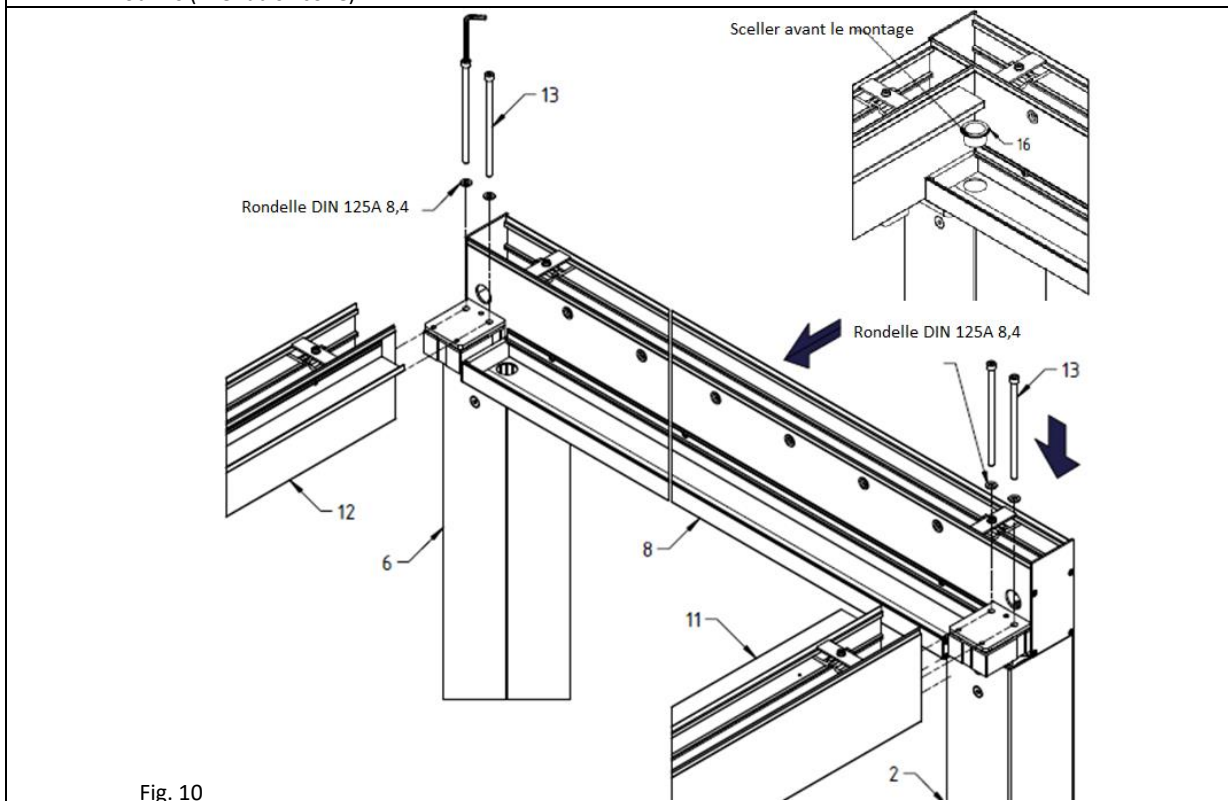
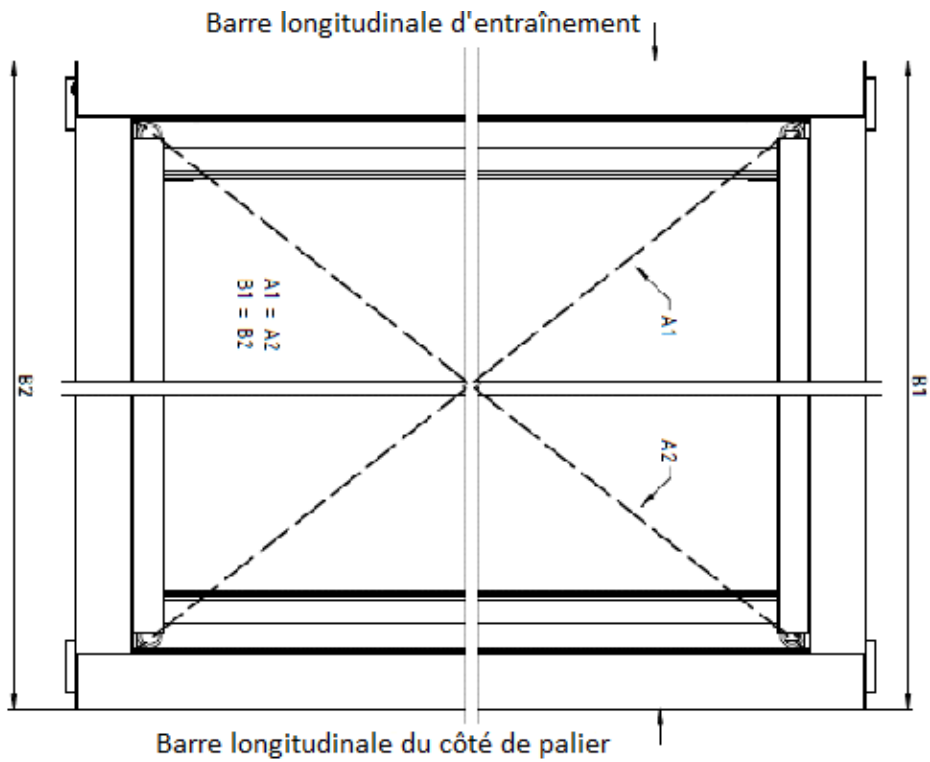

Fig. 10
Fig. 11
9. Sur les traverses (11 et 12), glisser de l'autre côté la porte précédemment vissée (voir point 2) composée des poteaux gauche (6) et droit (2) et de la poutre porteuse longitudinale (8) comme indiqué sur la Fig. 10. Après le glissement, visser l'ensemble à l'aide des vis ISO 4762 M8x170 (13). Après avoir assemblé la structure, insérer le manchon de drainage (16) scellé au silicone dans les trous de drainage de la gouttière (détail - fig. 11). Il est possible de boucher un trou de drainage sélectionné dans chaque gouttière à l'aide des bouchons de drainage fournis (fixer au silicone).
10. Une fois la structure entièrement assemblée, mesurez les diagonales, les distances et vérifiez le bon nivellement (horizontal et vertical) - Figure 11.